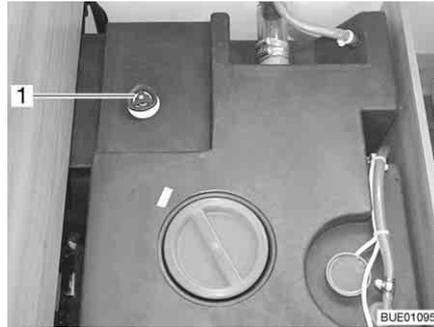

Fig. 221 Réservoir d'eau avec poignée tournante
- Faire tourner à fond dans le sens des aiguilles d'une montre la poignée tournante (Fig. 221,1) située sur le réservoir d'eau.
- Faire tourner la poignée tournante (Fig. 221,1) située sur le réservoir d'eau dans le sens inverse des aiguilles d'une montre jusqu'à ressentir une résistance. L'eau s'écoule, 60 litres restent.